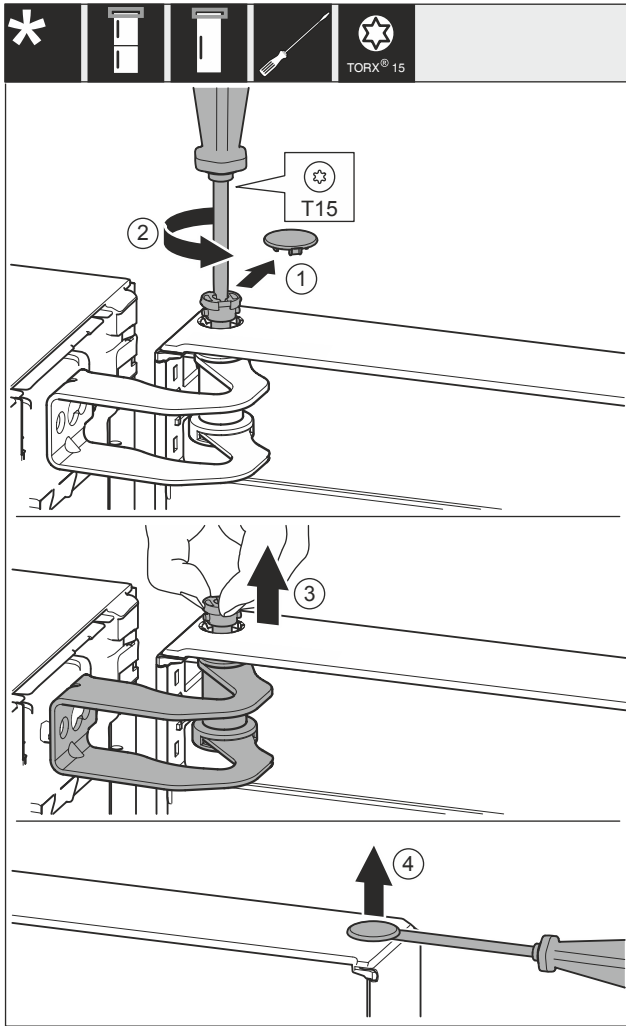

Fig. 27
- ▶ Осторожно снимите крышку Fig. 27 (1).
- ▶ Немного выкрутите палец Fig. 27 (2) отверткой.
- ▶ Вручную вытяните палец Fig. 27 (3).
- ▶ Осторожно приподнимите крышку Fig. 27 (4) отверткой и снимите ее.